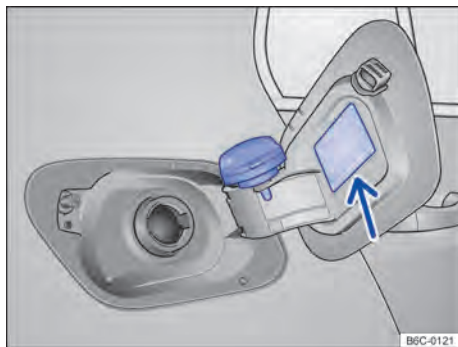

Fig. 161 Portinhola do tanque de combustível aberta com a tampa do tanque de combustível pendurada.
- Remover a tampa do tanque girando-a no sentido anti-horário e encaixá-la no suporte na portinhola do tanque → Fig. 161.